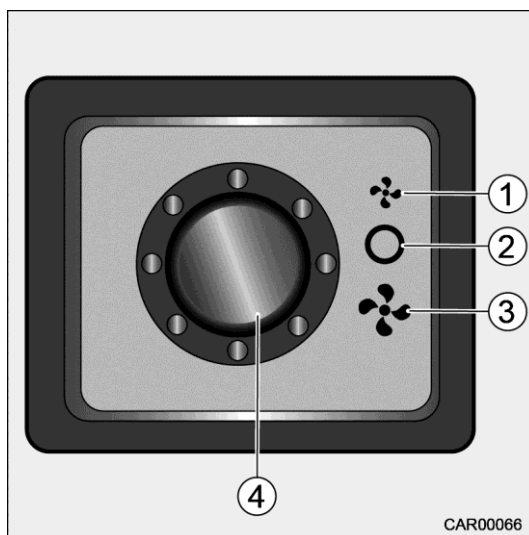

Fig. 123 Interrupteur du booster de chaleur
- Pour éviter tout chauffage non-intentionné du circuit de chauffage Alde de la cellule en mode Été, fermer la vanne de sectionnement avec le commutateur (Fig. 123/4).